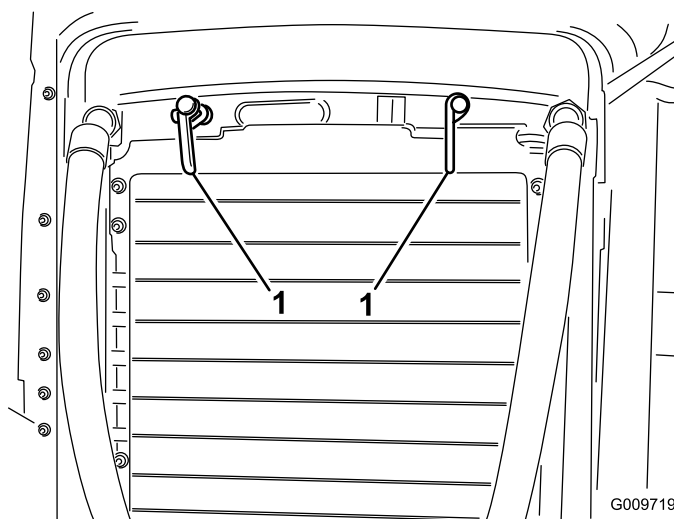

Figura 71
2. Gire los enganches (Figura 71) que sujetan el enfriador de aceite al bastidor.